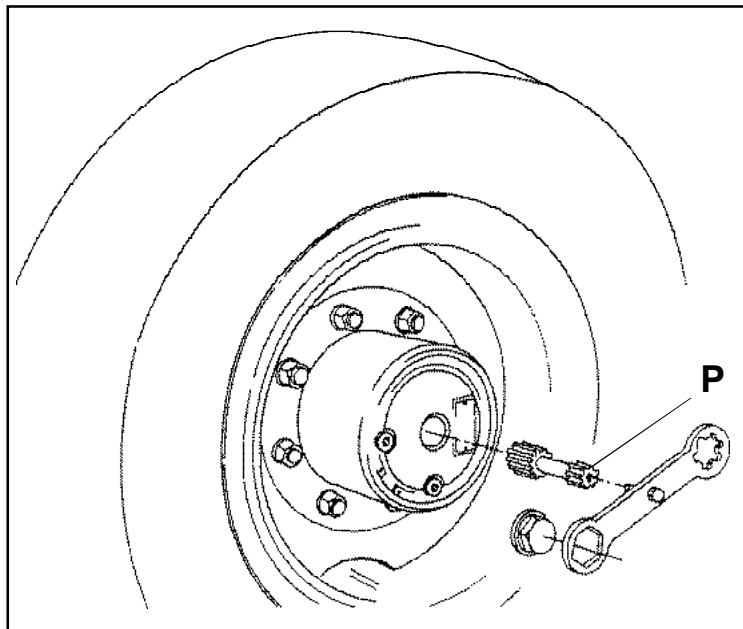

FIG. 4
De machine is uigerust met een NEGATIEF remsysteem. Het remsysteem blokkeert automatisch als de motor uit is. ALS DE MACHINE GETROKKEN MOET WORDEN, moeten de banden van de blokkering ontdaan worden door de verbindingspen te verwijderen, gebruik makend van de bijgeleverde sleutel en schroeven (Fig. 4 - Pag. 22).
N.B.: Voor het slepen dient men absoluut de stang te gebruiken, als de verbindingstandraden (P - Fig. 4) weggenomen zijn heeft de machine geen rem meer.
Nadat de centrale dop is weggenomen, bevestig de schroef M6 (van het daarvoor geschikte gereedschap van de uitrusting) aan het middenstuk van de as om hem te kunnen pakken. Trek hem helemaal uit en plaats de dop weer terug om te voorkomen dat er olie uit kan komen (Fig. 4 - Pag. 22).